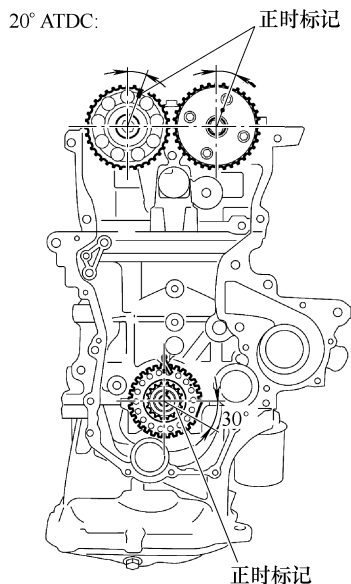

图 1-223 正时标记的 ATDC 位置
③ 将凸轮轴正时齿轮和凸轮轴正时链轮置于如图 1-223 中所示的位置(20° ATDC)。
④ 将曲轴置于如图 1-223 中所示的位置(20° ATDC)。